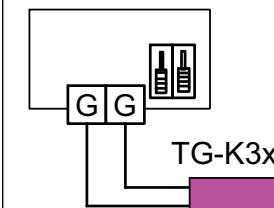

Fig. 3: Emplacement des switchs et branchements pour consigne interne et sonde externe.\*
**Note:** Lorsque une sonde à distance est utilisée, la fonction équivalente à l'intérieur du PULSER doit être inhibée. Pour cela, il est nécessaire de placer correctement les switches DIP à la droite des bornes, en se référant à la figure 3.